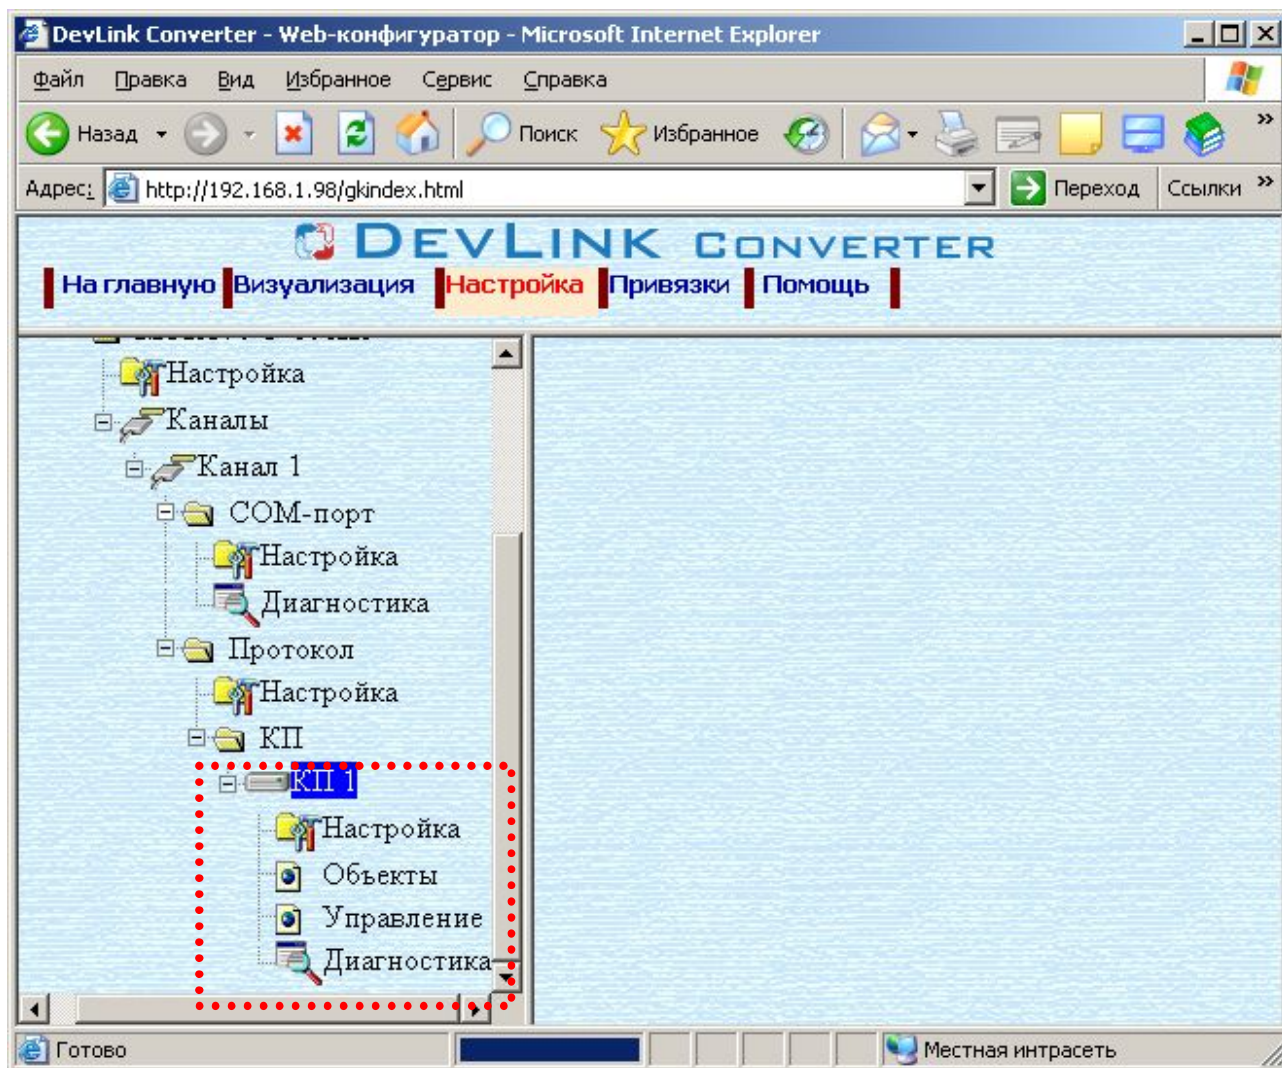

Рисунок 3.6 – Подерево нового КП канала драйвера
- Нажмите на кнопку «Добавить КП». В результате будет произведено добавление КП. Дерево объектов будет обновлено. Папка «КП» канала должна содержать поддерево, относящееся к новому КП (рисунок 3.6).